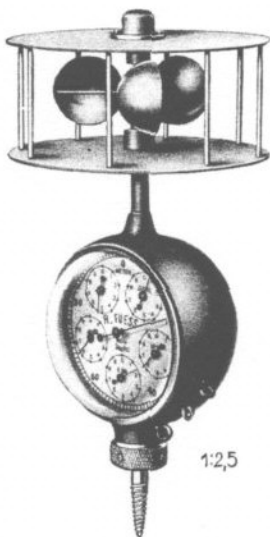

Bild 1
(Bild 1 und 2)
- Nr. 91 k mit 3 Zeigern und Nullstellung, bis 10 km Windweg zählend (ähnl. Bild 1)
- Nr. 92 k mit 6 Zeigern ohne Nullstellung, bis 10000 km Windweg zählend (nach Bild 1)